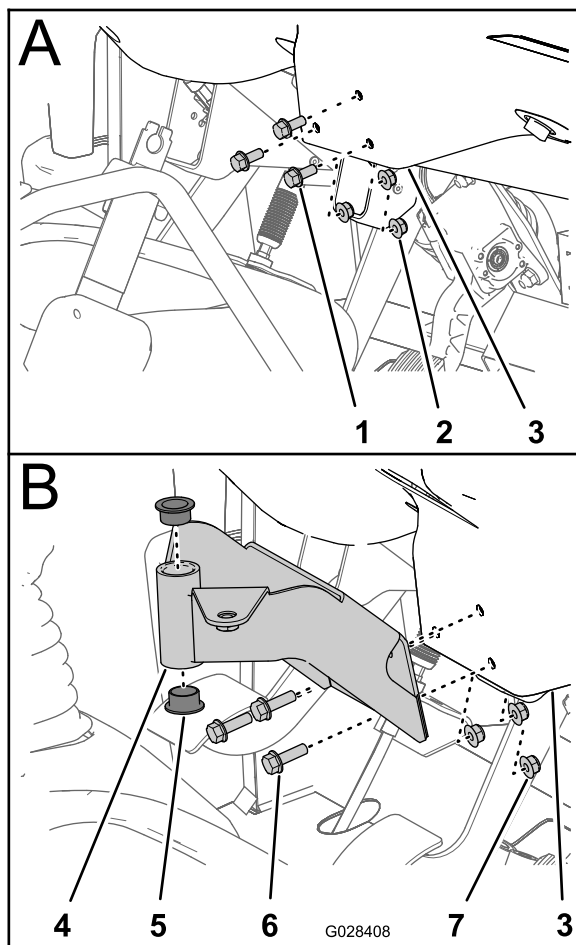

Figura 18
1. Retire os três parafusos e as três porcas que prendem a parte central inferior do painel de instrumentos ao suporte de apoio do painel (Figura 18).
2. Alinhe os furos no suporte de montagem da consola de controlo com os furos no tablier e suporte de apoio (Figura 18).
4. Aperte os parafusos e porcas com uma força de (Figura 18).
5. Insira os dois casquilhos plásticos no suporte de montagem (Figura 18).